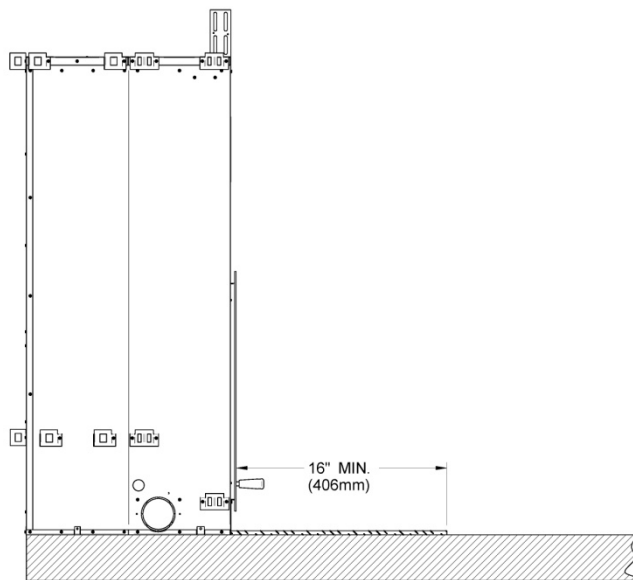
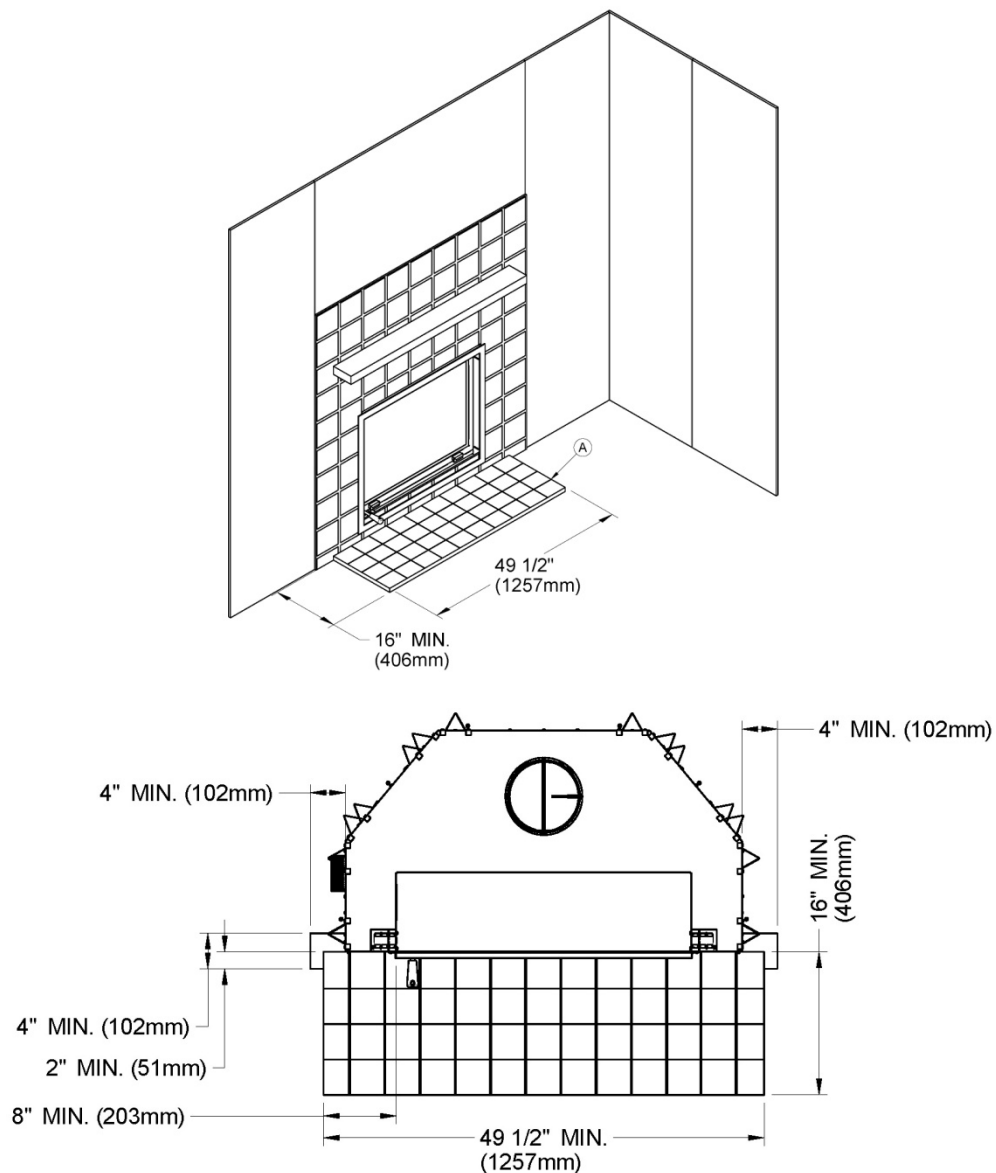

Figure 8 Installation du foyer sur une base surélevée
Figure 10
La zone d'extension de l'âtre (**voir (A) Figure 10**) doit mesurer au moins 16" (40 cm) en avant et au moins 8" (20 cm) de chaque côté de l'ouverture de la porte du foyer (**voir Figures 8 et 10**). Le joint entre l'extension de l'âtre et le foyer doit être protégé par un matériel non-combustible, par exemple, une plaque de métal ou du coulis de ciment tel qu'illustrée à la **Figure 11**.